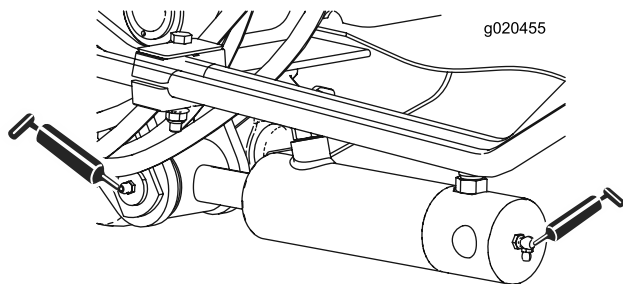

Figura 66
- Casquillos de los cilindros de los brazos de elevación (2 en cada lado) (Figura 66)